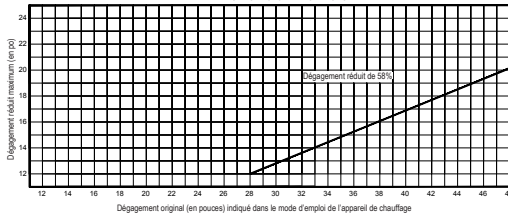

FIG. 2
- Lorsqu'on utilise un écran thermique / écran de plancher / écran mural / protection anti-braises Type 2 HY-C pour protéger un mur, on peut utiliser la trousse d'installation HY-C (pièce ULCK vendue séparément) en positionnant chaque écran contre le mur combustible devant être protégé. Maintenez chaque écran, l'un après l'autre, à plat contre le mur dans la position voulue, et percez des trous de 1/4 po au travers de l'écran et jusque dans le mur. Voir la disposition des trous à la Fig. 2.